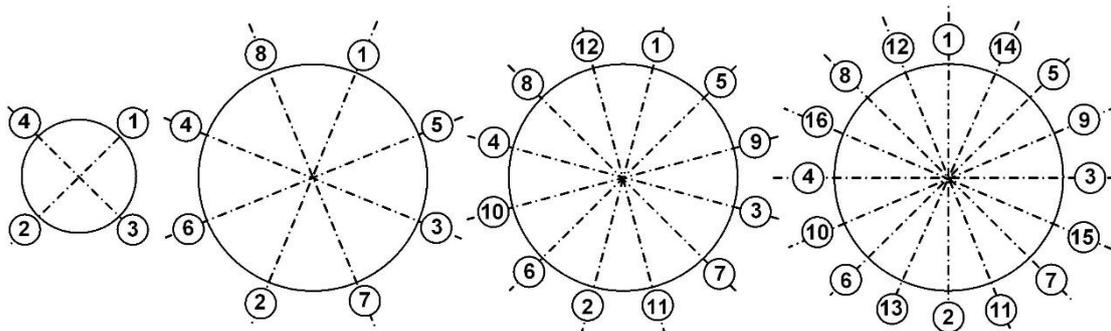

Рис.8. Очередность затяжки гаек на фланцах.
3.3.5.4. Затяжка гаек при установке ЭМР (имитатора) в трубопровод должна производиться в очередности, обозначенной на рис.8, динамометрическим ключом с крутящим моментом не более, указанного в табл.4.